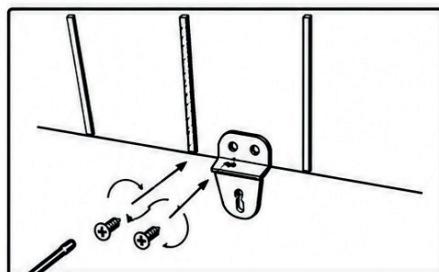

Fig8
4. Avvitare i due supporti di fissaggio (A) (o un solo supporto, a seconda del modello) alla parte posteriore del riscaldatore utilizzando le quattro viti (E) (o due viti, a seconda del modello). Figure 8.
Nota: I due supporti (A) vengono avvitati nei fori situati nella parte posteriore inferiore del riscaldatore, ad entrambe le estremità. (Figure 8).